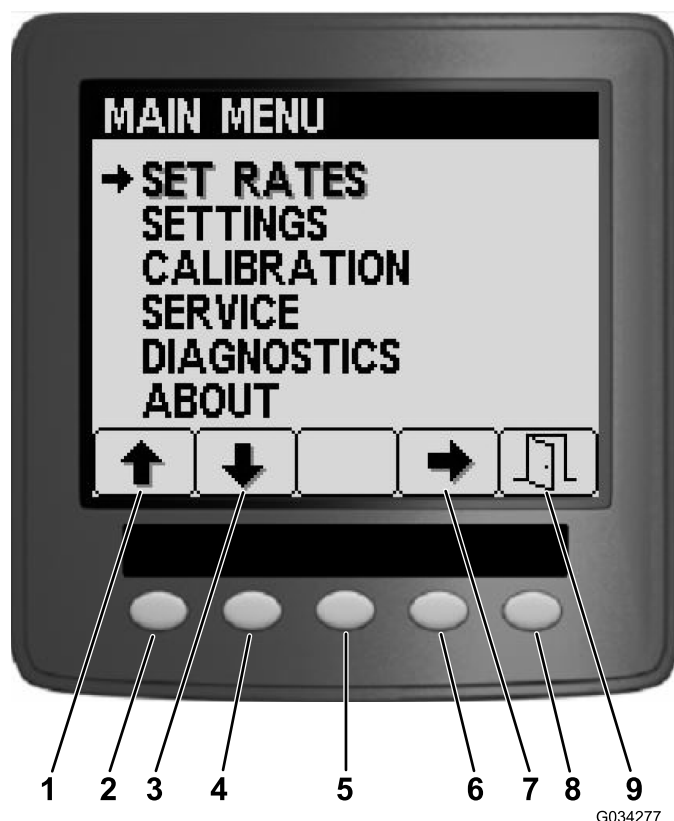
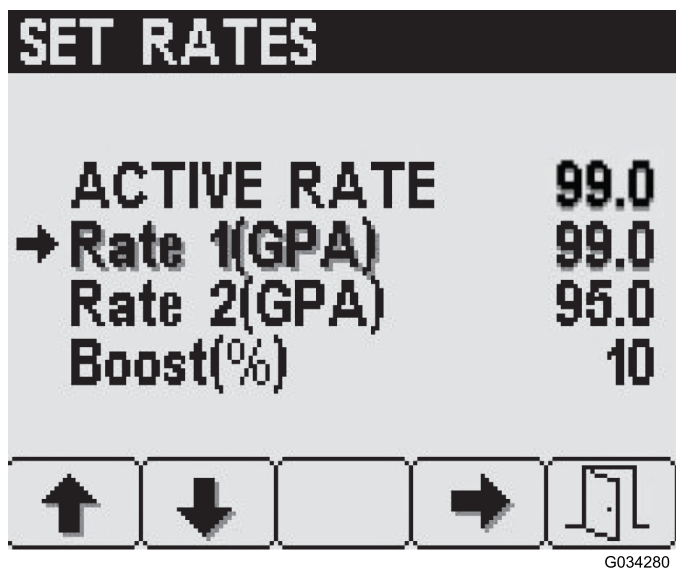
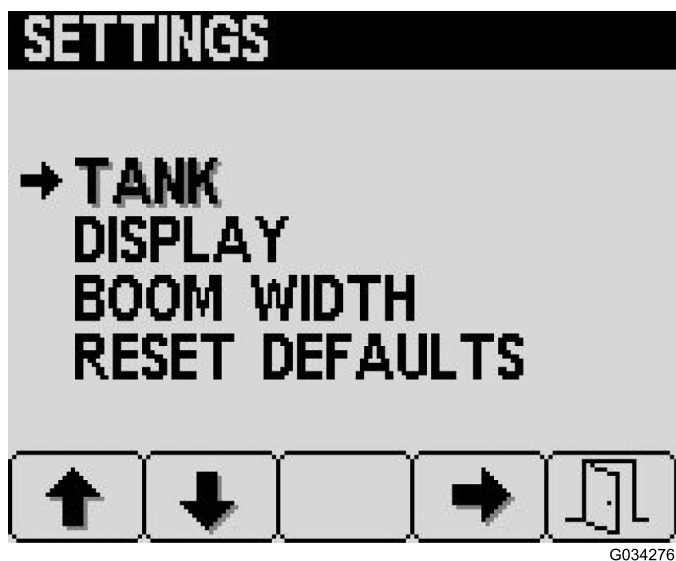

Рисунок 6
Рисунок 7
Рисунок 9
С экрана главного меню можно перейти на экраны Set Rates (Настройка нормы внесения), Settings (Настройки), Calibration (Калибровка), Service (Обслуживание), Diagnostics (Диагностика) или About (Сведения о машине) (Рисунок 6).
Для доступа к экрану Set Rates (Настройка нормы внесения) перейдите с помощью кнопки 2 на экране Main Menu (Главное меню) (Рисунок 6) к пункту Set Rates и нажмите кнопку выбора 4 (Рисунок 7).
1. С помощью кнопки 1 или 2 установите требуемую норму внесения или процент увеличения нормы внесения (Рисунок 7).
Для доступа к экрану Settings (Настройки) перейдите с помощью кнопки 2 на экране Main Menu (Главное меню) (Рисунок 6) к пункту Settings и нажмите кнопку выбора 4 (Рисунок 9).
1. На экране Settings (Настройки) нажмите кнопку 4, чтобы выбрать пункт Tank (Настройки бака) (Рисунок 9).
1. Перейдите с помощью кнопки 2 на экране Settings (Настройки) к пункту Display (Дисплей) и нажмите кнопку выбора 4 (Рисунок 9).
Настройки ширины захвата стрелы предварительно установлены на заводе-изготовителе (Рисунок 9).